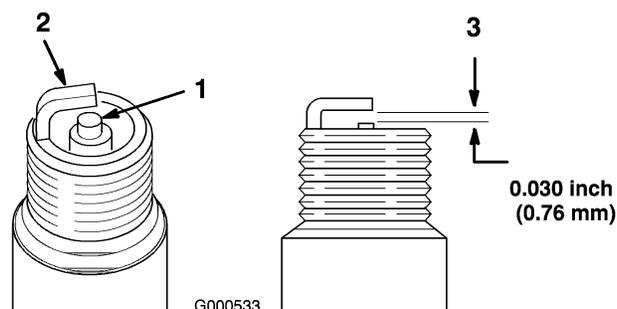

Figure 31
1. Examinez le centre de la bougie (Figure 31). Si le bec de l'isolateur est recouvert d'un léger dépôt gris ou brun, le moteur fonctionne correctement. S'il est couvert d'un dépôt noir, c'est généralement signe que le filtre à air est encrassé.
2. Contrôlez l'écartement entre l'électrode centrale et l'électrode latérale (Figure 31). Courbez l'électrode latérale (Figure 31) si l'écartement est incorrect.